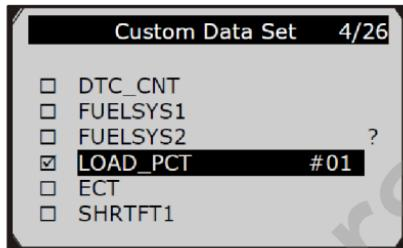

Рис. 5.17
- 3) Воспользоваться кнопкой **RIGHT**, чтобы выбрать/отменить выбор параметров с данными. Выбранные параметры отмечены заштрихованными квадратами. Нажать кнопку **OK** для подтверждения (рис. 5.17).